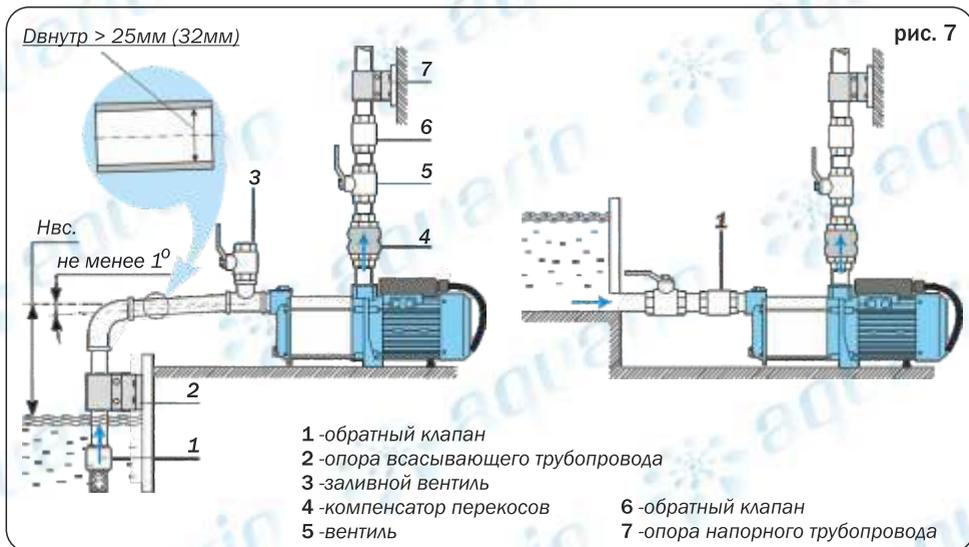

рис. 7
Принципиальных отличий между установкой насоса, насоса-автомата и насосной станции нет. В данном разделе монтаж рассматривается на примере насоса, см.рис.7.
Для облегчения заполнения насоса и всасывающей магистрали водой перед пуском и предотвращения ее вытекания из системы при отключении насоса, необходимо установить на всасывающей трубе обратный клапан с сетчатым фильтром (поз.1 на рис.7).
Присоединение трубопроводов к насосу (особенно всасывающего трубопровода) должно осуществляться без каких-либо перекосов и напряжений. Кроме того, трубопроводы должны иметь собственные опоры (поз.2, 7 на рис.7), чтобы их вес не передавался на насос. В противном случае это может повредить его.
Для уменьшения перекосов и напряжений, передаваемых от труб на насос, а также для уменьшения передачи вибраций и шума от насоса на систему водоснабжения, рекомендуется присоединять трубопроводы к насосу через специальные компенсаторы (поз.4 на рис.7), либо через antivибрационные гибкие шланги в металлической оплётке соответствующего диаметра.
- Для облегчения процедуры заполнения насоса и всасывающей магистрали водой предлагается установить дополнительный заливной вентиль 3 (рис. 7) во всасывающей магистрали на входе в насос. В рабочем состоянии этот вентиль должен быть закрыт.
- Для насосной станции рекомендуется в напорной магистрали на выходном патрубке установить вентиль 5 (рис. 7). Он пригодится при регулировке реле давления, позволяя, не отходя от насосной станции, перекрывать и открывать напорную магистраль. Кроме того, при демонтаже станции он будет препятствовать вытеканию воды из напорной магистрали.
Заполнение производится либо через заливное отверстие 5 (рис.4), либо через заливной кран 3 (рис.7). После заполнения системы заливное отверстие или заливной кран должны быть герметично закрыты.
- закрыть вентиль 5 (рис.7);